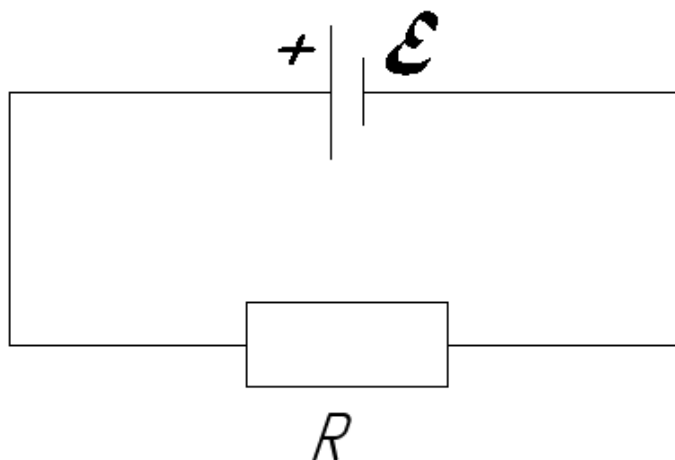

Рисунок 1.3.1 – Схема цепи
- 1) Схема цепи (рисунок 1.3.1).